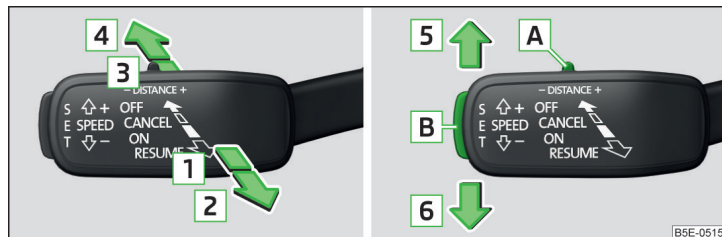

Fig. 171 Palanca de mando
Vista general de las funciones de la ACC que se manejan con la palanca » fig. 171
Si se ajusta la palanca » fig. 171 desde la posición **OFF** directamente a la posición con resorte **RESUME**, se memoriza la velocidad actual y se inicia la regulación.
La regulación se puede iniciar con la tecla **SET** o ajustando la palanca a la posición con resorte **RESUME** » fig. 171 de la pág. 158.
► Ajuste la palanca en la posición con resorte **CANCEL** » *fig. 171 de la pág. 158.*
La velocidad deseada se ajusta o se cambia con la palanca de mando » *fig. 171 de la pág. 158.*
El nivel de distancia al vehículo precedente se puede ajustar con la palanca » *fig. 171 de la pág. 158* o en el Infotainment » *Manual de instrucciones del Infotainment, capítulo CAR - Configuraciones del vehículo.*
► Ajuste el conmutador **DISTANCE** en la posición con resorte  o  » *fig. 171 de la pág. 158.*
En tal caso, hay que interrumpir la regulación pisando el acelerador, el pedal de freno o el punto de presión **CANCEL** situado en la palanca de mando » fig. 171 de la pág. 158.